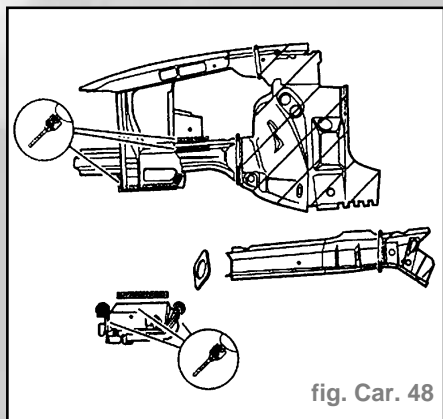

fig. Car. 48
- Reporter les lignes de coupe sur les pièces neuves et découper la zone hachurée (fig. Car. 48).